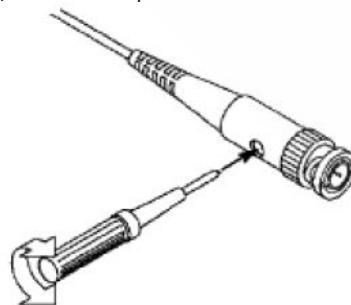

Рисунок 3.6. Регулировка щупа
- Оцените форму полученной осциллограммы и отрегулируйте щуп, пока не будет достигнута правильная компенсация (см. рисунок 3.5 и рисунок 3.6).